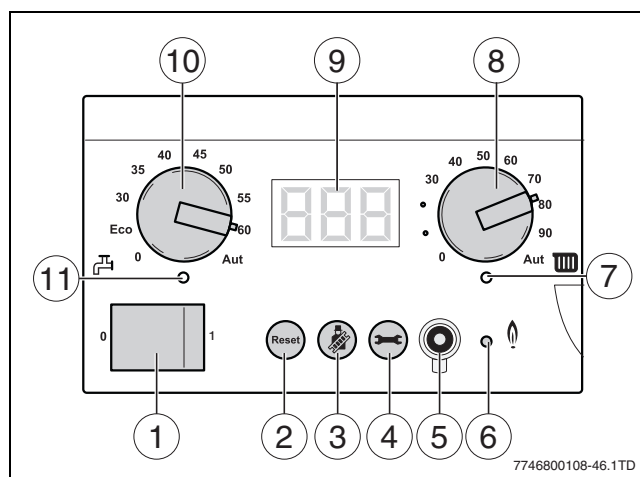

Bild 5 Bedienelemente
- Am Drehschalter für Warmwasser-Solltemperatur  (→ Bild 5, [10]) die gewünschte Warmwassertemperatur entsprechend Tab. 4 einstellen.
- Am Drehschalter für maximale Kesseltemperatur  (→ Bild 5, [8]) die gewünschte Kesseltemperatur entsprechend Tab. 5 einstellen.